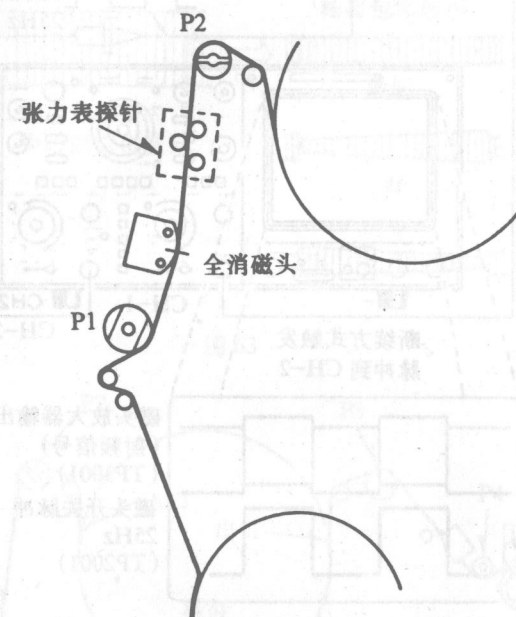

图 45
②在磁带通道上插入张力表, 测量磁带反张力为 22.5~27.5g, 如图 45 所示。